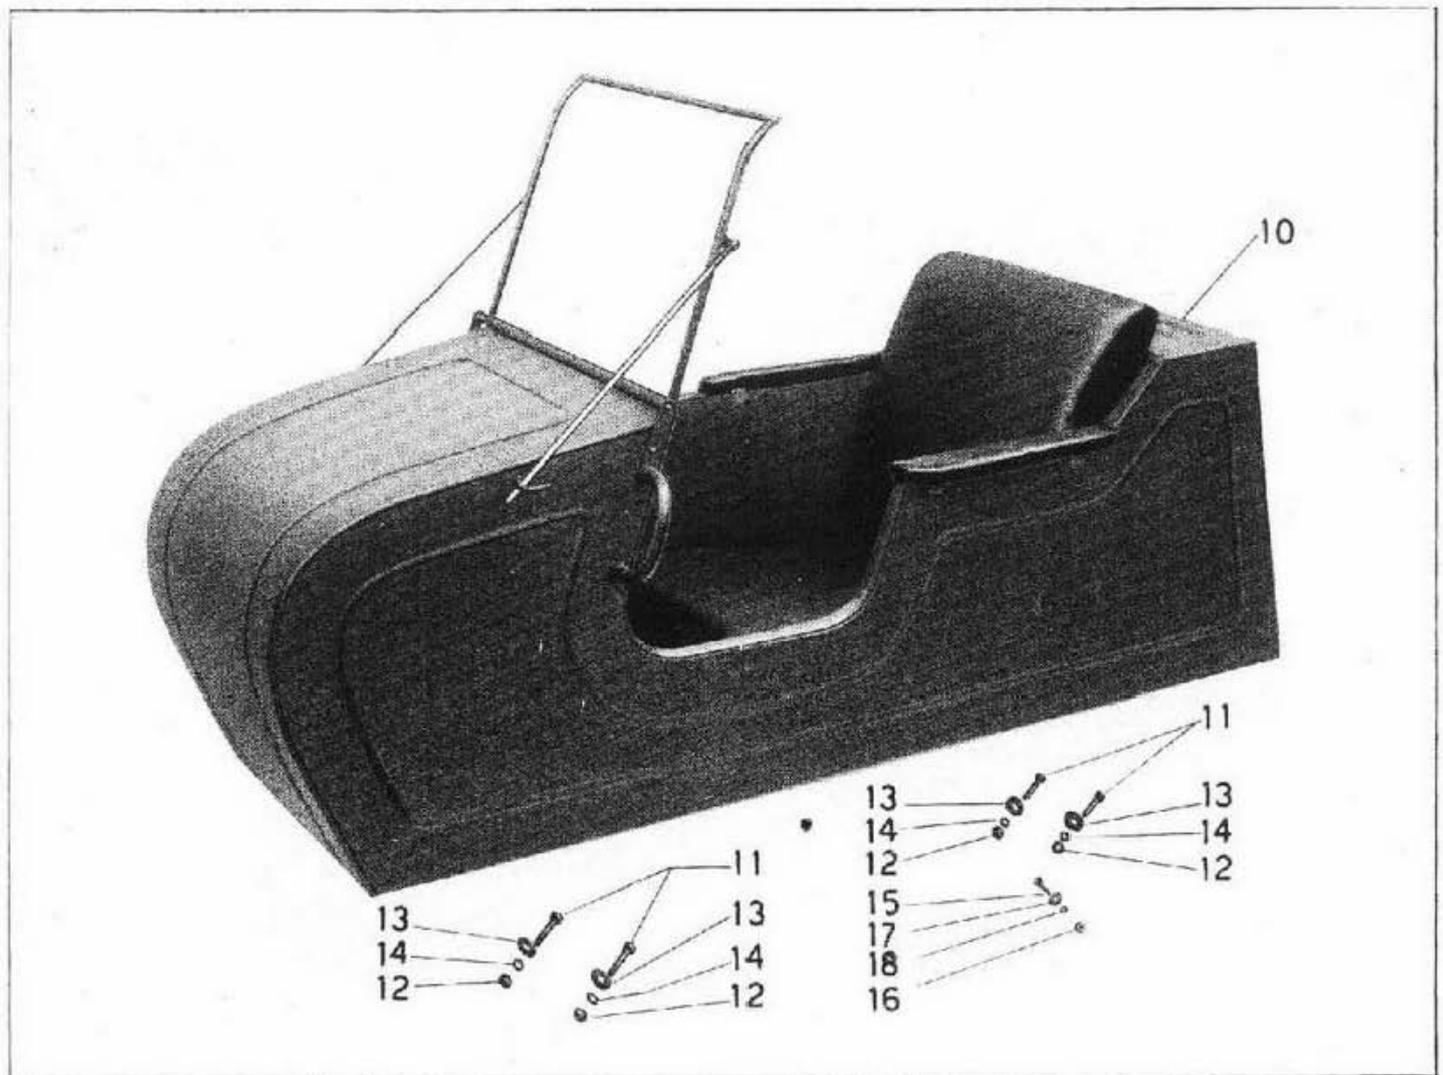

Fig. 12 - Scocca
Esso è fissato alla scocca mediante il bullone 15 (fig. 12) con relativo dado 16, ranella 17 e ranella elastica 18. (La testa e la ranella sono dalla parte della scocca, il dado e la ranella elastica dalla parte della ruota). Posteriormente esso va fissato all'estremità del tubo longitudinale di sinistra (a mezzo del bullone 36 e dado 37 montato all'indietro) e ranella elastica 38.
*(vedi fig. 12)*